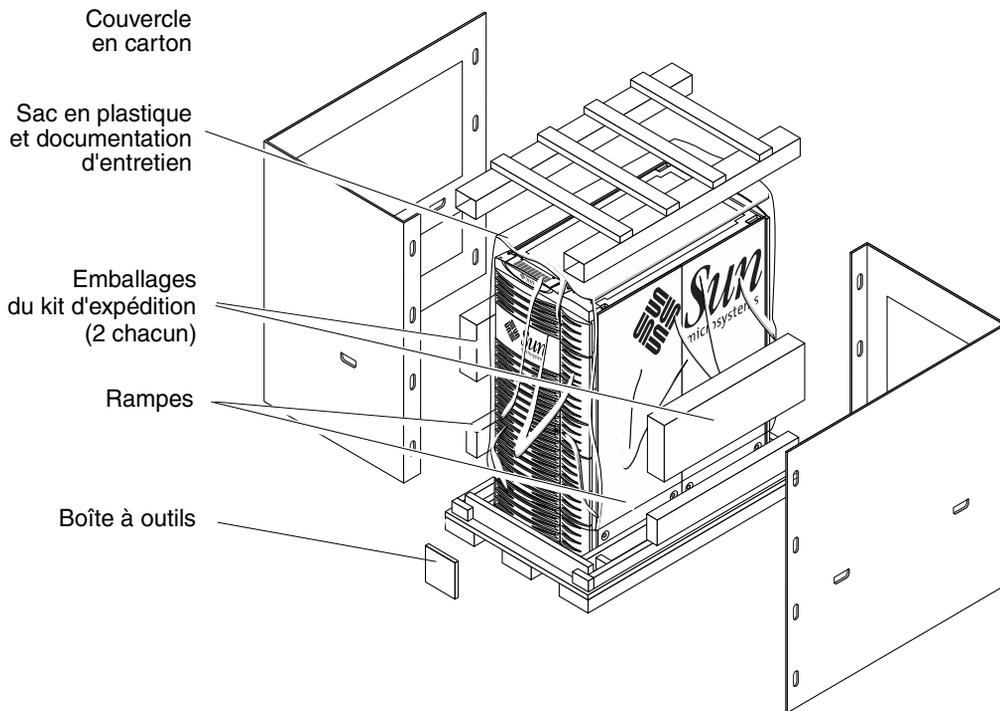

FIGURE 4-5 Emballage final et montage des cartons d'emballage extérieurs
7. Montez les cartons d'emballage extérieurs (FIGURE 4-5).